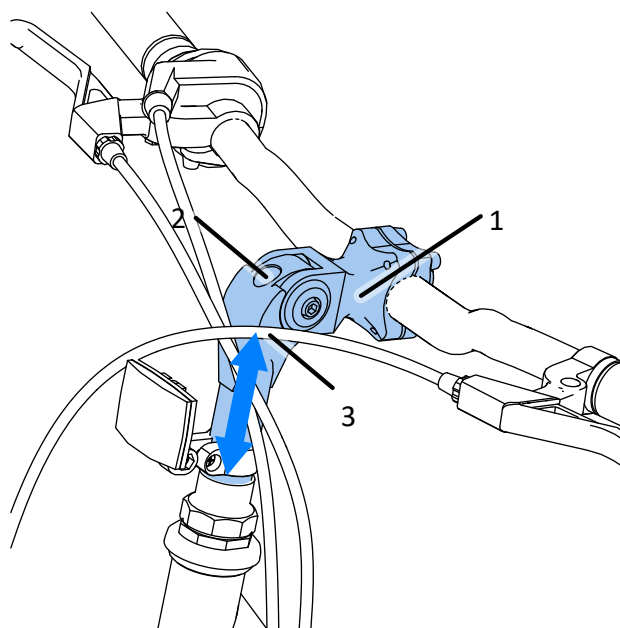

Abb. 11
Abb. 11 zeigt die Höheneinstellung der Lenkbrücke (1). Um die Höhe der Lenkbrücke einzustellen, lösen Sie die Schraube (2) der Lenkbrücke (3). Dadurch wird die Klemmung um die Lenkbrücke gelockert und kann sie anheben oder senken, bis die gewünschte Position erreicht ist. Richten Sie dann die Lenkbrücke auf die Achse des Vorderrads aus. Ziehen Sie die Schraube (2) an, um die Brücke in ihrer Position zu sichern.